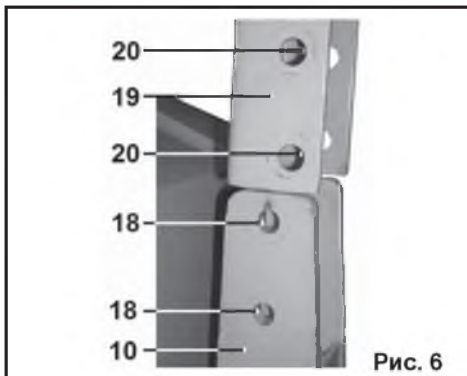

Рис. 6
7.1.2. Совместите отверстия (18) кронштейна (13) с отверстиями (20) кронштейна на рукоятке управления (19) (Рис. 6).